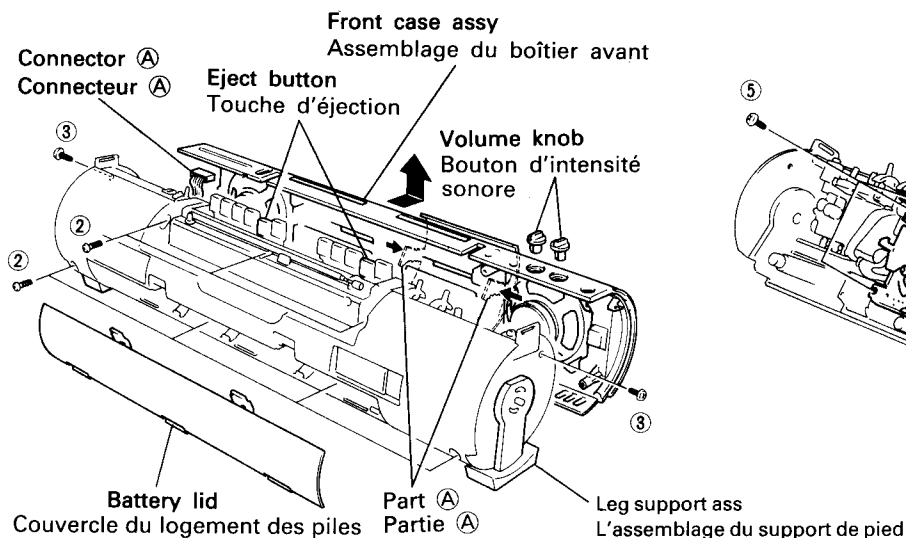

Fig. 2
Next, remove the leg support ass and two screws ③. Then, remove two volume knobs and battery lid. Continually remove seven screws ②. (Fig. 2)
Pull out the front case assy in the arrow direction. (Disconnect the connector ⑤ on the audio P.W.B. when the front case assy is pulled out halfway.) (Fig. 2)
Ensuite, enlever l'assemblage du support de pied et les deux vis ③. Enlever aussi les deux boutons d'intensité sonore, le couvercle du logement à piles et les sept vis ② (Fig. 2).